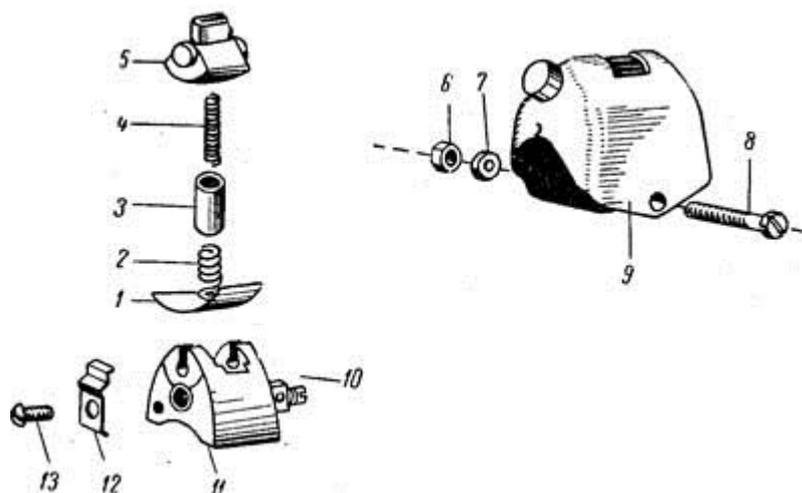

Рис. 19. Детали переключателя света и кнопки звукового сигнала:
**Переключатель ближнего и дальнего света и кнопка звукового сигнала** (рис. 19). Они объединены в один узел, который расположен на трубе руля возле левой руки водителя. Переключатель собран на пластмассовом основании 11, в которое вмонтированы три контакта для включения дальнего или ближнего света фары и контакт звукового сигнала 12. Центральный контакт находится под напряжением при установке ключа зажигания в положение "2". К двум другим контактам подводятся провода от нитей ближнего и дальнего света лампы. Подвижный рычажок 5 переключателя связан с контактной пластиной 1, при помощи которой осуществляется замыкание центрального контакта с контактом нити ближнего или дальнего света.